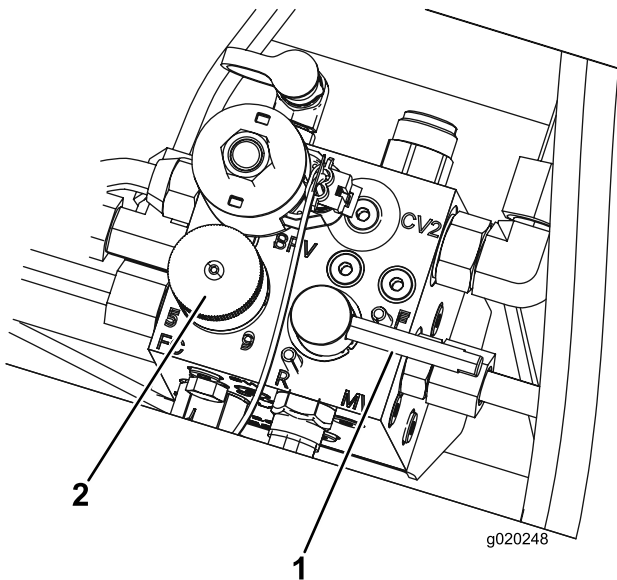

Bild 83
5. Stellen Sie das Bedienelement für die Spindeldrehzahl auf die Stellung 1 (**Bild 83**).
6. Drehen Sie den Lapphebel auf die R-Stellung (**Bild 83**).